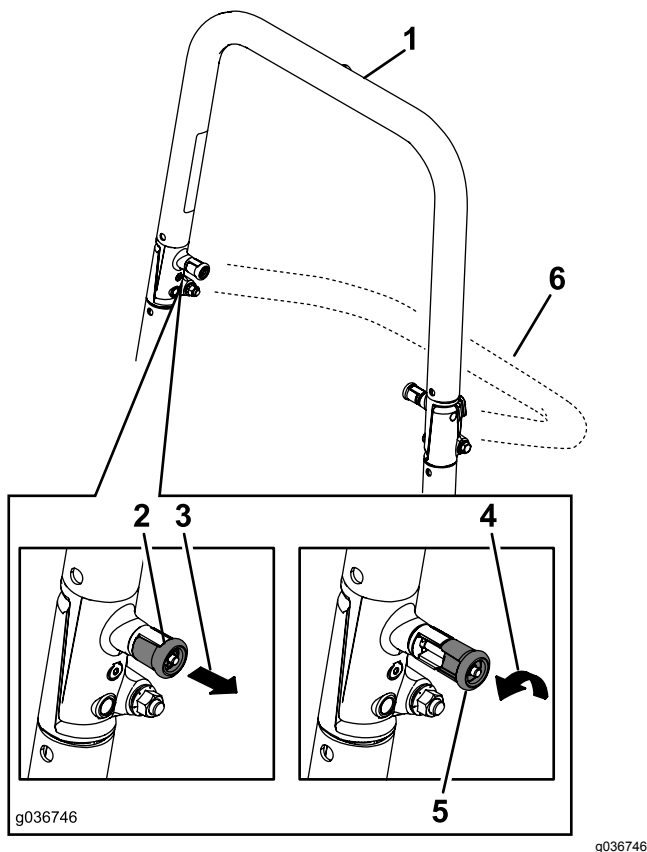
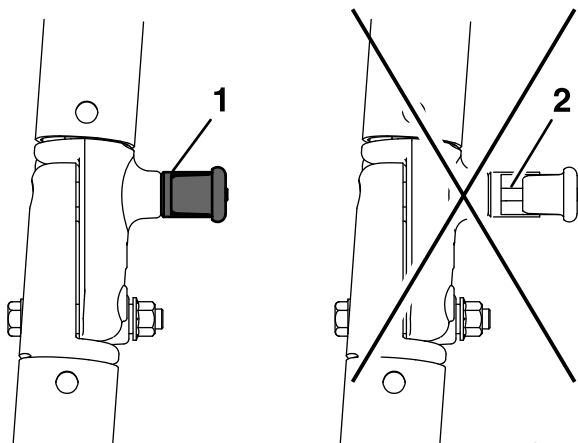

図 56
図 57
**注** 左右のノブが完全に嵌っていない場合には、ROPSの上部を前または後ろに押してノブを所定位置に嵌めてください図 56と図 57。